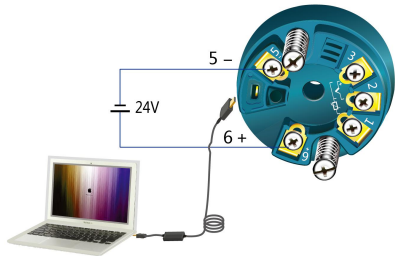

图 3 通过 USB 接口与 PC 的连接示意图
- 可以使用 CR2205 适配电缆通过 MT182 的 USB 接口连接到计算机, 见图 3。无需接入输入信号, 在通电状态下(端子 6 和 5 接入 24VDC 电源)。通过计算机工具软件对 MT182 的输入信号类型、量程范围、零点、满度等项参数进行设置。